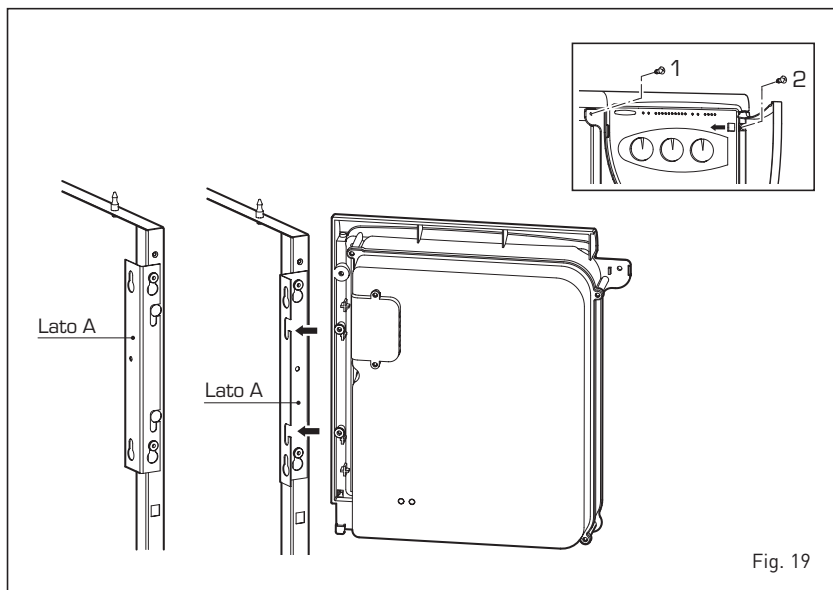

Fig. 19
4.7.1 Demontage Hülledeckel und Bedienpult (Bild 19)